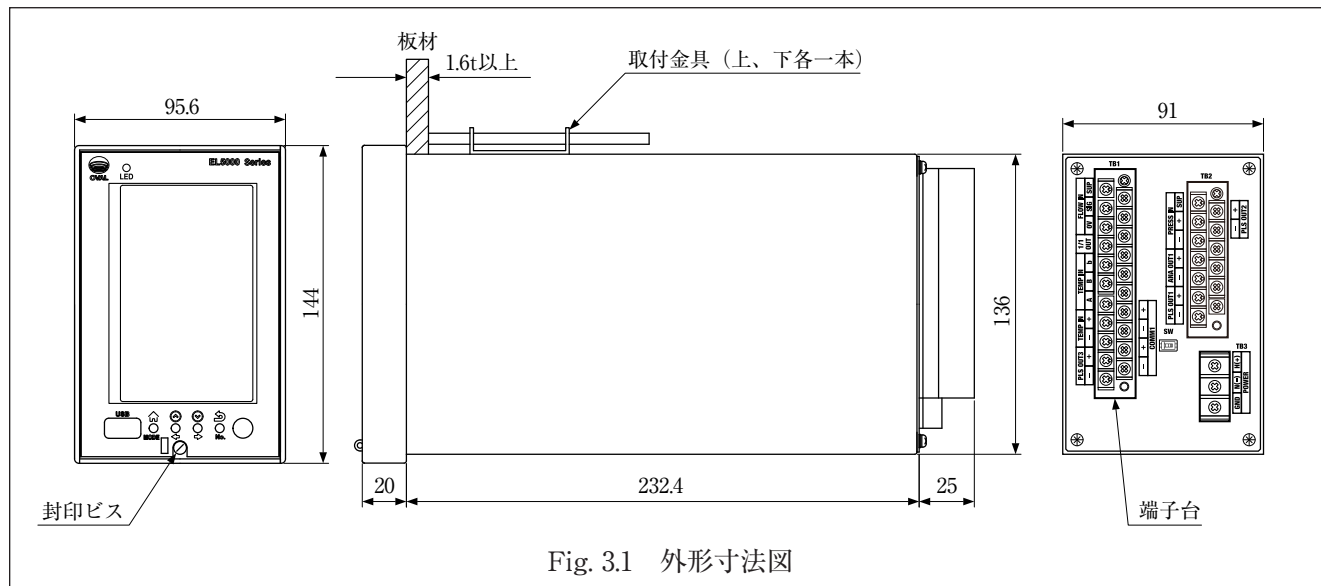

Fig. 3.1 外形寸法図
- (1) 演算器をパネル前面より差し込んでください。
- (2) 付属の外筐取付金具を外筐上下面の穴に掛け、前後左右の水平を確認した後、外筐取付け金具でパネルに固定してください。(Fig.3.1)